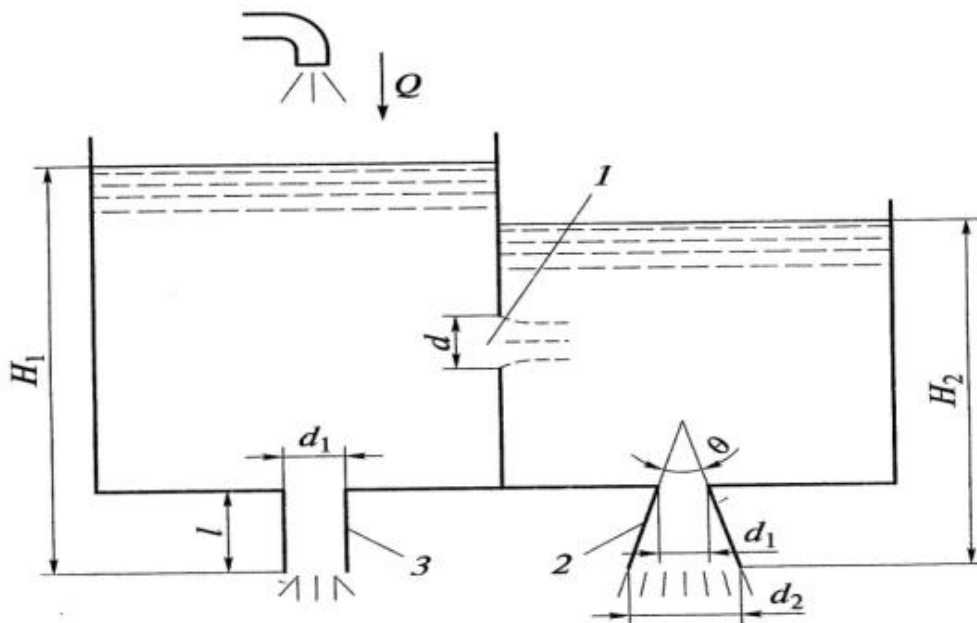

Рис. 6
9. В бак, разделенный на две секции перегородкой (рис.6) с отверстием, поступает вода в количестве Q . Из первой секции вода вытекает через цилиндрический насадок, а из второй – через конический насадок, с углом конусности $\theta = 6^\circ$. Диаметры отверстий и входные сечения насадок одинаковы и равны $d = 20\text{ мм}$, длины насадок. Определить расход через каждый насадок.